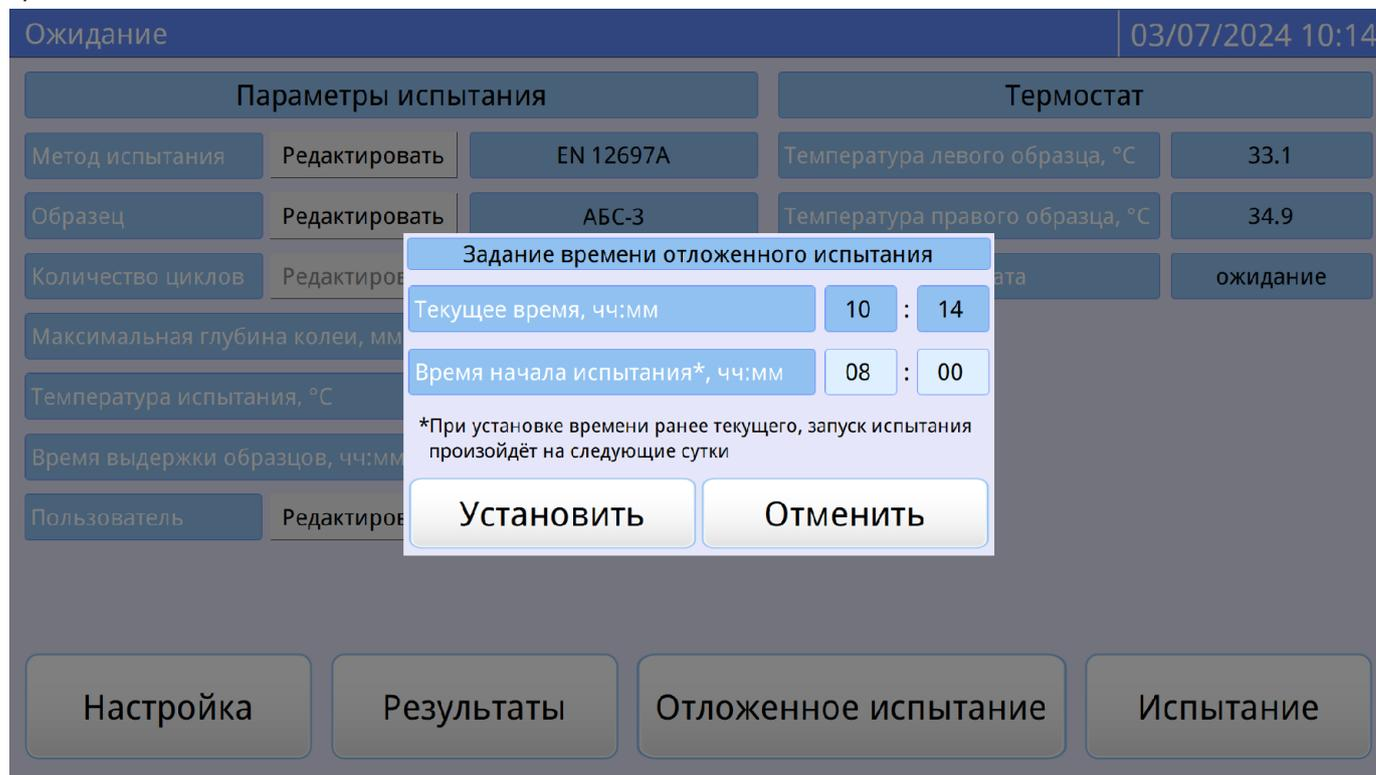

Рисунок 9 – Окно «Задание времени отложенного испытания»
4.5.3.1 После установки образцов в воздушную камеру, установки датчиков температуры на поверхность образцов и задания условий испытания, необходимо нажать кнопку [**Отложенное испытание**]. При этом откроется окно «**Задание времени отложенного испытания**» (см. рисунок 9).